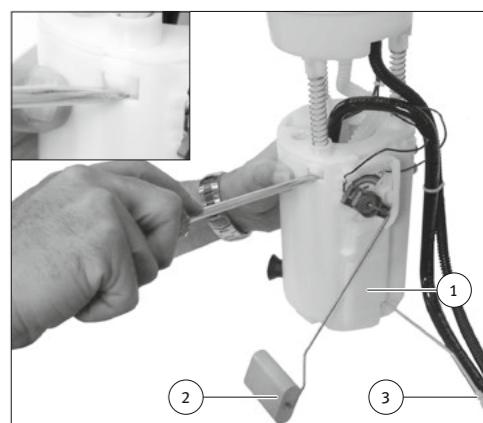
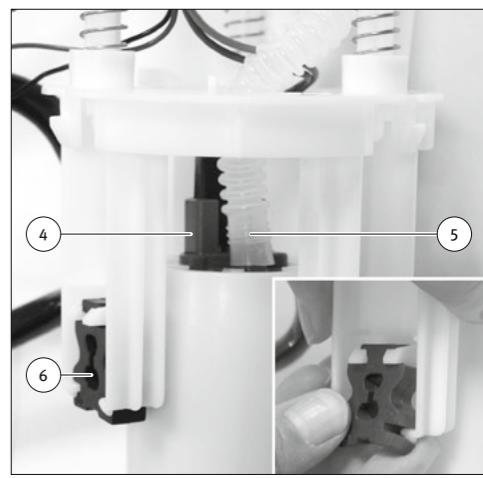

Abb. 1/Fig. 1/Puc. 1/图1
Abb. 2/Fig. 2/Puc. 2/图2
- 小心地从备用油箱 (1) 的盖内开口拔出进气喷射泵 (3) 的燃油软管。
- 使用适当的辅助工具小心地松开备用油箱 (1) 盖 (参见 → 图 1)。
- 取出燃油泵时, 不要损坏液位传感器 (2)、其电气接口和进气喷射泵 (3) 的组件。
• 松开燃油泵的电气接头 (4)。
• 打开软管卡箍并拔下燃油软管 (5)。同时不要损坏燃油软管。
• 标配安装的燃油泵位于支架内, 支架通过 3 个橡胶缓冲块 (6) 与备用油箱盖相连。
• 从其轴头上拔下 3 个橡胶缓冲块 (6) (参见 → 图 2) 并妥善保管。